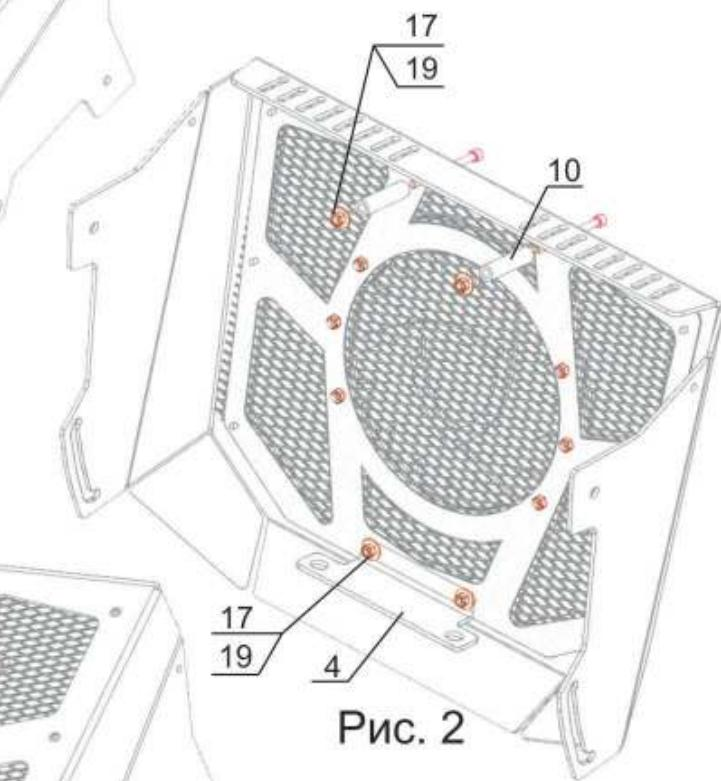

Рис. 2
1. Установить кронштейн поз. 4 в нижней части выноса, закрепить мебельными болтами M6x16 поз. 14 или 15, гайками M6 поз. 17, шайбами поз. 19 (рис. 2).